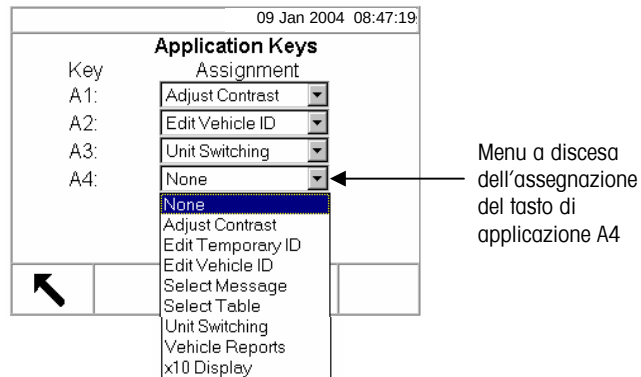

Figura F-5: Schermata d'impostazione dei tasti di applicazione
2. Premere il tasto programmabile MODIFICA . Viene visualizzata la schermata Softkeys/Edit (Tasti programmabili/Modifica) (Figura F-5). Il tasto programmabile selezionato per la modifica viene illustrato nella schermata insieme alla sua assegnazione attuale e all'icona associata con quella assegnazione.